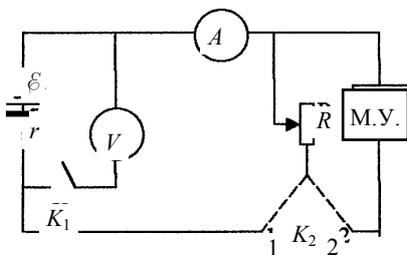

Рис. 2
В работе используется установка, электрическая схема которой представлена на рис. 2, где V – вольтметр с большим внутренним сопротивлением; R – реостат, значения сопротивления которого при разных положениях движка замеряются с помощью мостика Уитстона (М.У.); A – амперметр; K_1 и K_2 – ключи.
1. Проверьте правильность сборки установки согласно схеме на рис. 2. *Выставьте на амперметре и вольтметре необходимые пределы измеряемых величин и определите цену деления каждого.* Запишите в расчётной части класс точности приборов.